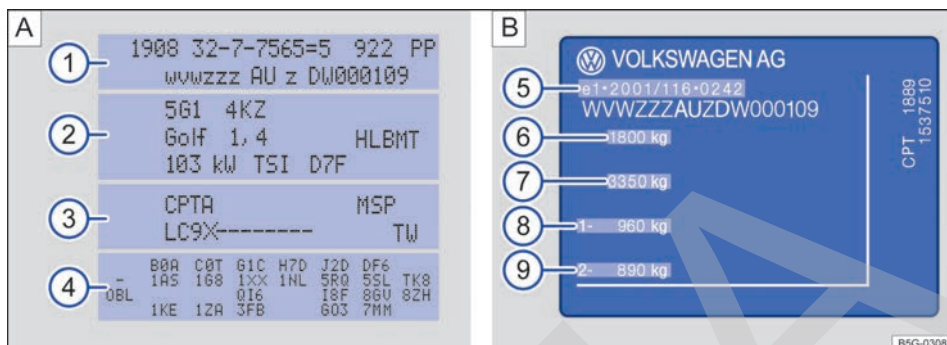

Fig. 185 A Adhesivo portadatos del vehículo: en la figura, por ejemplo, con letras distintivas del motor CPTA B Placa de modelo.
El adhesivo portadatos del vehículo → fig. 185 A va pegado en el lado interior de la cubierta del manual de instrucciones y en el maletero, en la zona de la cavidad de la rueda de repuesto. En él figuran los siguientes datos:
- 3 Letras distintivas del motor y del cambio, referencia de la pintura, equipamiento interior. En el ejemplo, las letras distintivas del motor son "CPTA" → fig. 185.
La placa de modelo → fig. 185 B se encuentra en la parte inferior del montante de la puerta del conductor. Se ve abriendo esta puerta. Los vehículos destinados a determinados países no llevan placa de modelo.